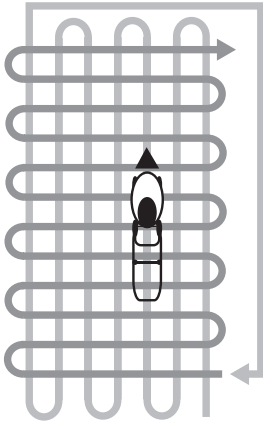

Рис. 10 Схема перпендикулярного скашивания
- При скашивании в тяжелых условиях (п.3,4) рекомендуется проводить повторный покос с меньшей высотой скашивания. На Рис. 10 представлена схема движения газонокосилки при выбросе травы в травосборник.